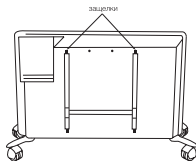

Рис. 4
- освободить настенный кронштейн от конвектора, необходимо следующим образом: нажмите на защелки и потяните кронштейн на себя нажав вниз на две защелки (рис. 4);
Корпус прибора следует время от времени протирать мягкой тряпкой или влажной губкой. Ни в коем случае не используйте абразивные, пеномоющие средства и растворители. Произвести чистку пространства позади установленного на стене обогревателя довольно несложно. Нажмите вниз две защелки (рис. 4) на задней стенке обогревателя, и потяните сам обогреватель вперед. После того, как он будет снят, можно будет вымыть стенку, на которой он был установлен.